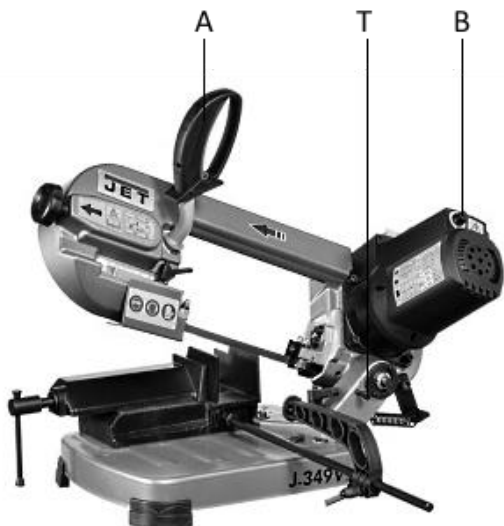

Рис.1
- Скорость выбирается в зависимости от материала заготовки (В, рис.1)
- Запустите движение полотна при помощи нажатия на переключатель, расположенный на ручке (А, рис.1)
Перед пуском пилы в эксплуатацию необходимо освободить транспортировочный стопор (Т, рис.1).